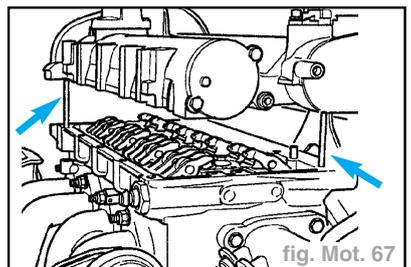

fig. Mot. 67
- Mettre en place avec précaution le carter d'arbres à cames par le haut sur les goujons et les goupilles d'ajustage de la culasse (flèches) (fig. Mot. 67).